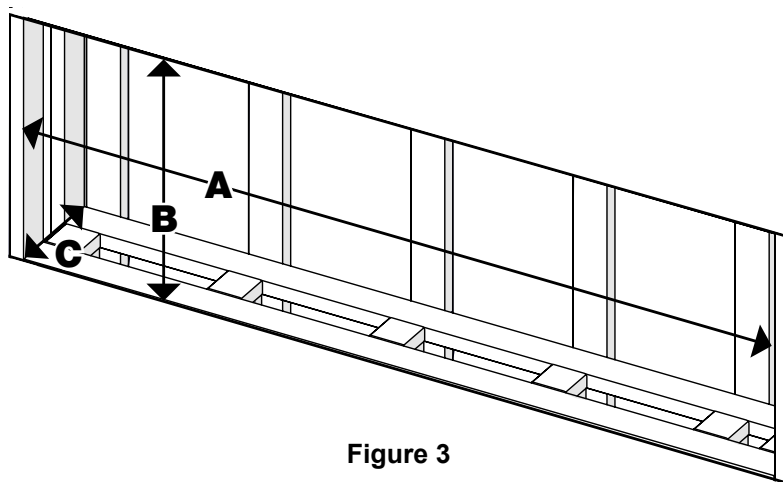

Figure 3
1. Préparer une charpente en suivant les dimensions démontrés dans la **Figure 3**. Le foyer peut être installé soit en encastrément partiel (planches 2x4) ou en encastrément affleurant (planches 2x6).